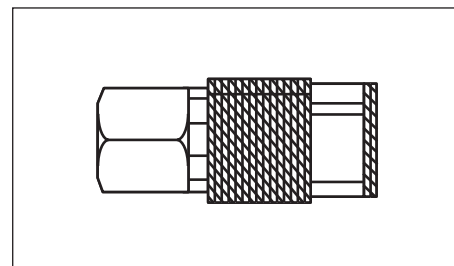

Figure 2 - Raccord Rapide
**RACCORD RAPIDE** — Un coupleur rapide conçu pour fonctionner en combinaison avec un bouchon rapide pour joindre facilement et rapidement un outil pneumatique en tuyau à air (Voir Figure 2).